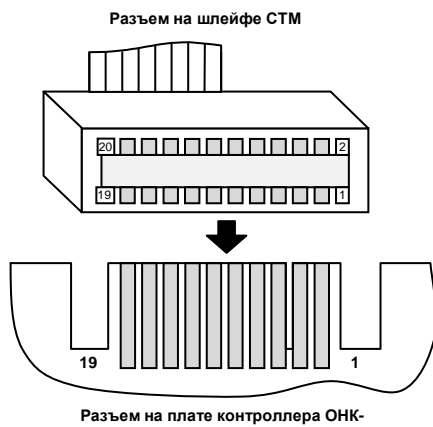

Рисунок 2. Подключение контроллера ОНК-140 к СТМ.
3. Подключить разъем к плате контроллера ОНК-140 с учетом маркировки на разъеме и плате контроллера (Рисунок 2).